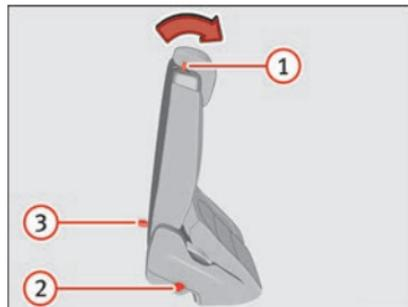

Abb. 158 Zweite Sitzreihe: Bedienelemente der Einstiegsilfe.
- Gegebenenfalls Gegenstände aus dem Fußraum der zweiten Sitzreihe entfernen »» ❶.
- Einstiegshilfe für die dritte Sitzreihe »» **Abb. 158** ❶ nach vorn drücken und Rück Sitzlehne umklappen. Dieser Sitz klappt komplett nach vorn »» ⚠ und kann in Längsrichtung noch weiter nach vorn geschoben werden.
- Der Rücksitz muss sicher eingerastet sein, damit die Schutzwirkung der Sicherheitsgurte auf den hinteren Sitzplätzen gewährleistet ist. Die rote Markierung »» **Abb. 158** ❷ darf nicht mehr sichtbar sein »» ⚠ in Rücksitze in Ladebodenposition klappen auf Seite 167.
Wenn der Hebel »» **Abb. 158** ❶ außer Funktion ist, z.B. nach einem Unfall, können die Sitze der zweiten Sitzreihe von der dritten Sitzreihe aus nach vorn geklappt werden, um den Ausstieg aus der dritten Sitzreihe zu erleichtern »» ⚠.
- Schlaufe »» **Abb. 158** ❸ nach hinten ziehen und Rücksitzlehne nach vorn klappen. Der komplette Rücksitz klappt nach vorn »» ⚠.
- Eine rote Markierung an der Seite des Sitzes »» **Abb. 158** ❷ signalisiert eine nicht eingerastete Lehne. Die rote Markierung darf im korrekt eingerasteten Zustand nicht sichtbar sein.